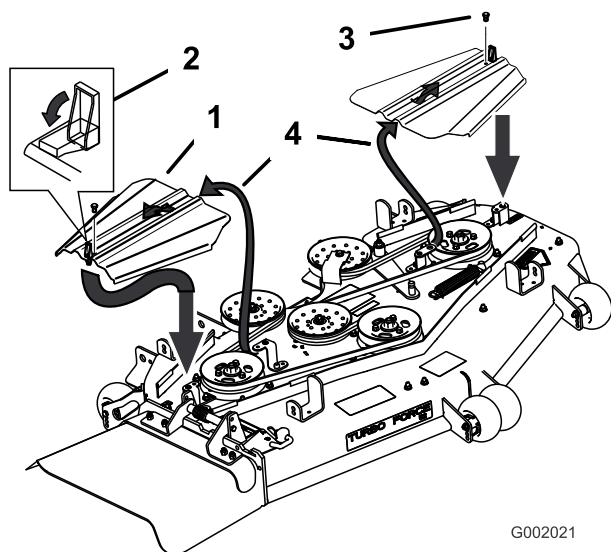
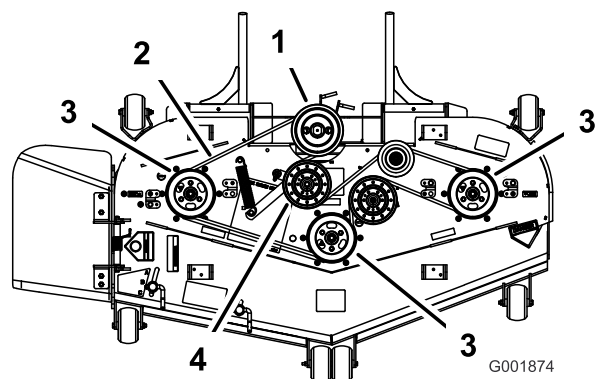
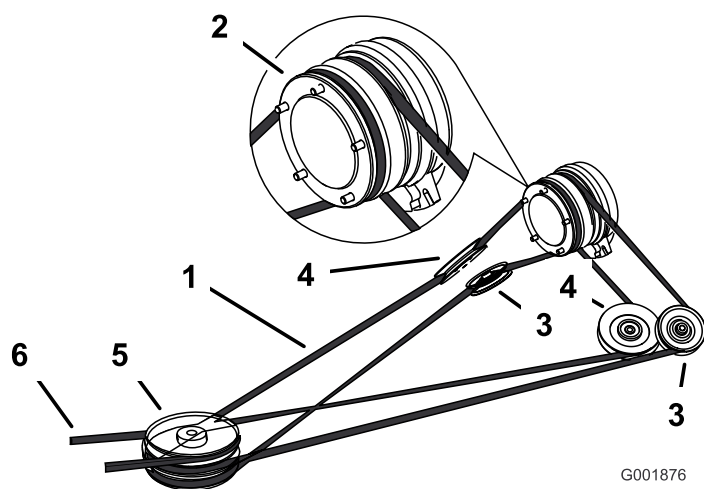

Figura 59
Figura 60
Figura 62
3. Togliete le viti e i copricinghia (Figura 59).
5. Togliete la cinghia del tosaerba dalle pulegge e dalla puleggia superiore delle tre pulegge sovrapposte (Figura 59 e Figura 60).
6. Montate la nuova cinghia attorno alle pulegge del tosaerba ed alla puleggia superiore delle tre pulegge sovrapposte (Figura 59 e Figura 60).
7. Tirate il braccio di tensione a molla per allentare la tensione della cinghia, ed allineate la cinghia del tosaerba sulla puleggia tendicinghia (Figura 60).
8. Montate i copricinghia inserendo le linguette nelle fessure. Montate il coperchio e chiudete i fermi (Figura 59).
- Tirate la puleggia tendicinghia a molla, per allentare la tensione della cinghia (Figura 62).
- Togliete la cinghia del tosaerba dalla puleggia superiore delle tre pulegge sovrapposte (Figura 60 e Figura 62).
- Montate la nuova cinghia di trasmissione attorno alla puleggia della frizione, alle pulegge tendicinghia regolabili, alla puleggia tendicinghia a molla ed alle tre pulegge impilate anteriori (Figura 62).
- Montate la cinghia del tosaerba attorno alle pulegge ed alla puleggia superiore delle tre pulegge sovrapposte (Figura 60 e Figura 62).